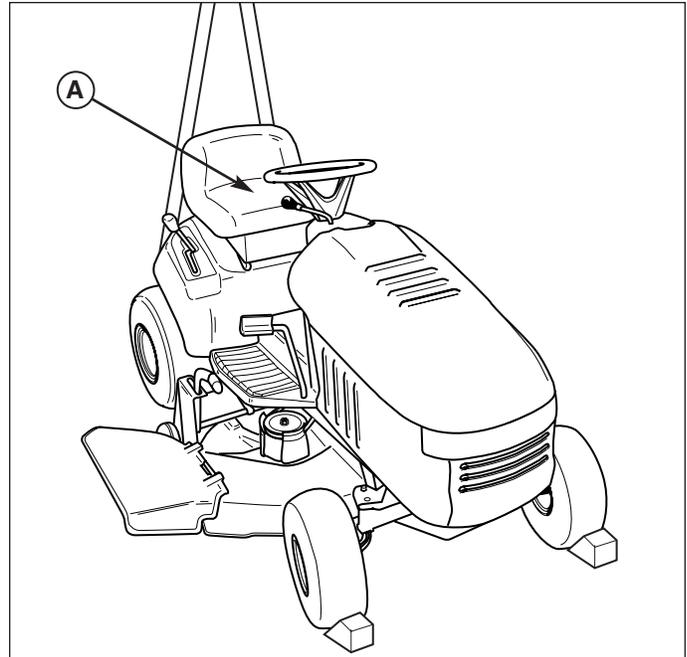
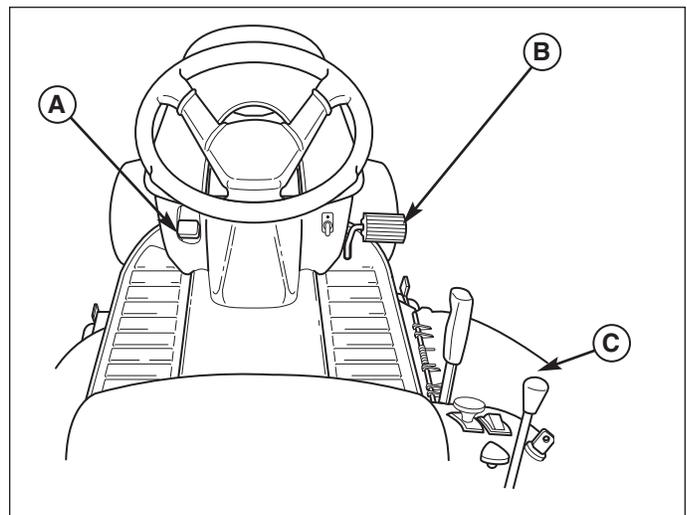
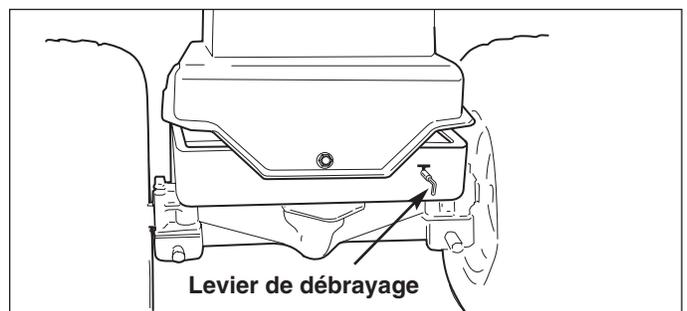

Figure 33. Soulever l'arrière du tracteur
Figure 34. Commandes
Figure 35. Levier de débrayage (Modèles hydrostatiques)
1. Voir la Figure 33. Caler les roues avant. À l'aide d'un cric ou d'un palan à chaîne, soulever l'arrière du tracteur avec précaution et le soutenir avec des chandelles. Soulever la machine juste assez pour décoller les roues arrière du sol.
2. Actionner le contacteur du siège (A, Figure 33), enfoncer la pédale d'embrayage/frein (B, Figure 34) et démarrer le moteur. Une fois le moteur lancé, mettre la manette des gaz (A, Figure 34) en position de ralenti.
3. Relâcher la pédale d'embrayage/frein (B) et positionner le levier de changement de vitesse (C, Figure 34) à fond vers l'avant.
4. Tout en maintenant le levier de changement de vitesse en position de marche avant, engager et désengager plusieurs fois le levier de débrayage de la transmission (Figure 35).
5. Positionner le levier de changement de vitesse (C, Figure 34) en marche arrière, à fond.
6. Tout en maintenant le levier de changement de vitesse en position de marche arrière, engager et désengager plusieurs fois le levier de débrayage de la transmission (Figure 35).
7. Engager le levier de débrayage de la transmission (Figure 35) et passer plusieurs fois de marche avant en marche arrière en actionnant à fond le levier de changement de vitesse (C, Figure 34).